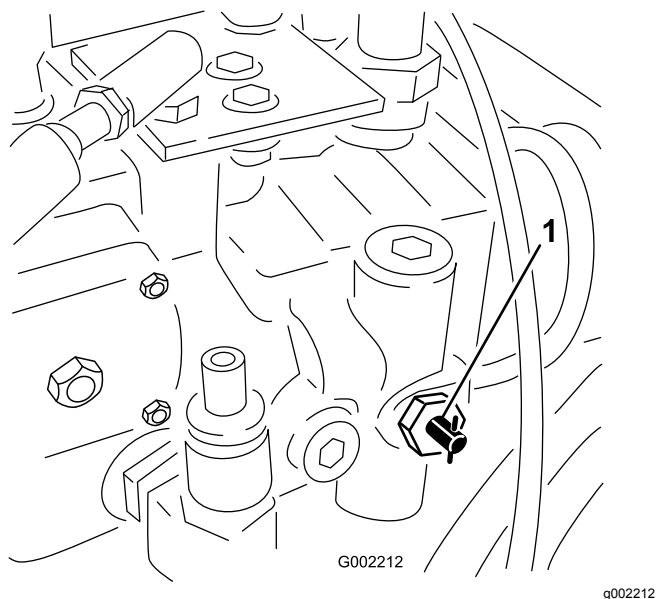

Bild 36
1. Drehen Sie das Abschleppventil (Bild 36) um 90° in eine Richtung, um es zu öffnen.